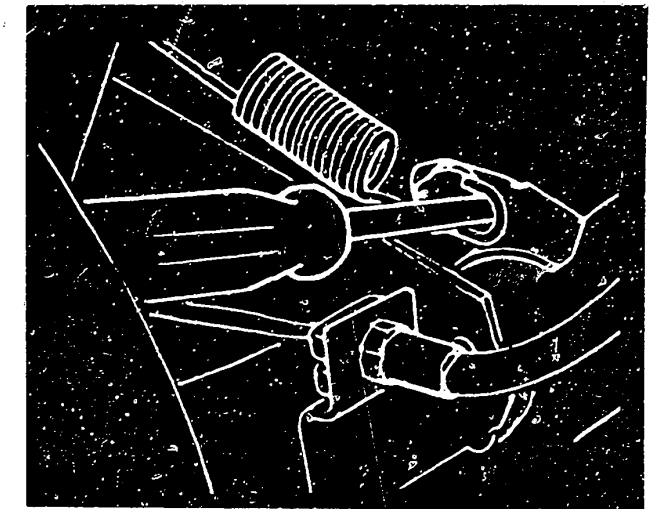

Bild 40 Vorspannen der Rückzugfeder des Bremskraftreglers mit einem 6,0mm dicken Schraubenzieher für die Grundeinstellung der Hinterradbremse.
- Handbremsseil so weit lösen, dass die Hebel auf beiden Seiten am Anschlag des Bremssattels anliegen. Anschließend Feder des Bremskraftreglers mit einem Schraubenzieher spannen (Bild 40). Bei Fahrzeugen mit Niveauregulierung Motor ca. 2 Min. lang laufen lassen, während die Räder auf dem Boden stehen.